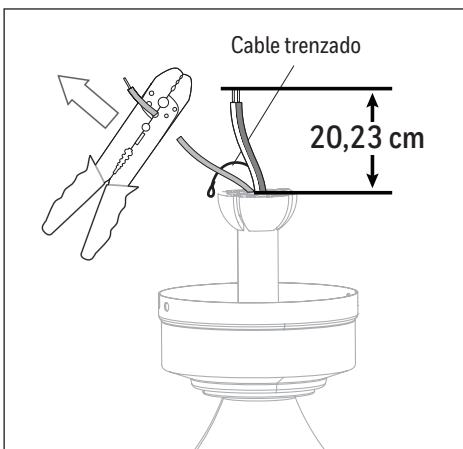

Figura 3.4
4. Según el largo de la varilla que utilice, es posible que deba cortar los cables conductores para simplificar el cableado. Si decide cortar los cables conductores, mida al menos 20,32 cm de cable conductor y corte el exceso de cable con las pinzas cortacables (no incluidas). **ADVERTENCIA:** no corte el cable trenzado. Luego, strip 1.27 cm del aislamiento del extremo de cada filamento (Figura 3.4).